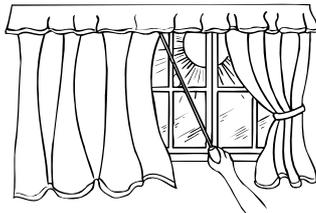

fig. 12
- Elimine del cuarto, tan rápido como sea posible, la luz solar directa cerrando las cortinas y/o bajando las persianas o cerrando las contraventanas, para obtener un enfriamiento de aire económico y eficiente (Fig. 12).